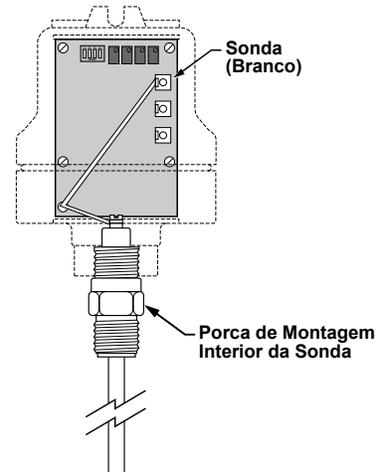

Figura 9
2. Aperte firmemente, certificando-se de aplicar a ferramenta de aperto SOMENTE na porca de montagem. Veja a Figura 9.
3. Rosqueie o invólucro do amplificador sobre a sonda. Veja a Figura 9.
6. Retire o conjunto eletrônico, afrouxando três parafusos na base. Veja a Figura 9.
8. Conecte o fio branco da sonda (PROBE) (enviado em saco plástico) do terminal da sonda na placa de circuito impresso até o parafuso da sonda no topo da mesma. Certifique-se de passar a fiação através da abertura no fundo, à esquerda da placa de circuito impresso; e no fundo, no centro do suporte de montagem. Veja a Figura 9.